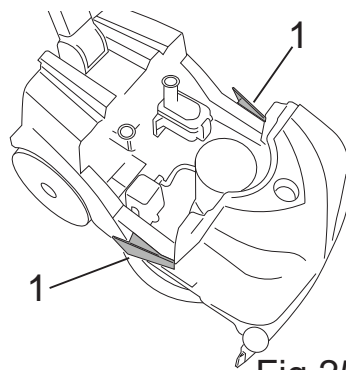

Fig.25
- Tryck på tankarnas två frigöringsspakar (bild 25-ref.1), dra ut återvinningstanken från chassit.